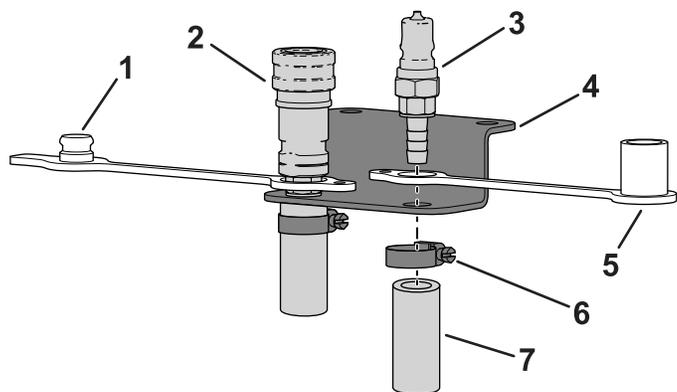

Рисунок 15
3. Установите пылезащитную заглушку на конец типа «елочка» соединителя с внутренней резьбой в сборе и вставьте ее в левое отверстие на кронштейне шланга (Рисунок 15).
- Установите пылезащитный колпачок на конец типа «елочка» соединителя с наружной резьбой в сборе и вставьте его в правое отверстие на кронштейне шланга (Рисунок 15).
- Наденьте шланговый хомут на каждый шланг (Рисунок 15).
- Наденьте шланг подачи на конец типа «елочка» соединителя с внутренней резьбой в сборе и используйте шланговый хомут для присоединения шланга к креплению (Рисунок 15).
- Наденьте возвратный шланг на конец типа «елочка» соединителя с наружной резьбой в сборе и используйте шланговый хомут для присоединения шланга к креплению (Рисунок 15).